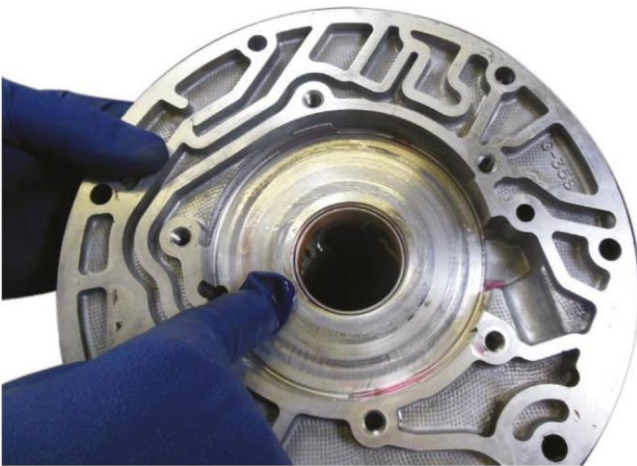

Figura 12. Inspeccione la carcasa de la bomba.
- Cuerpo y tapa donde se mueven los engranajes. Figura 12.